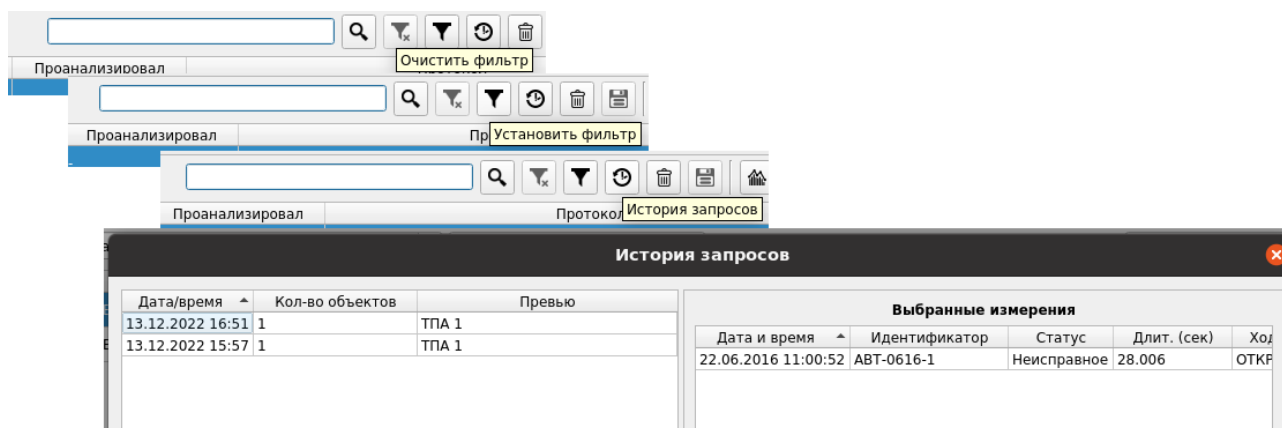

Рисунок 3.7 — Окно поиска и фильтры
3.2.2.1 Также доступна строка поиска по таблице и фильтры (рисунок 3.7).